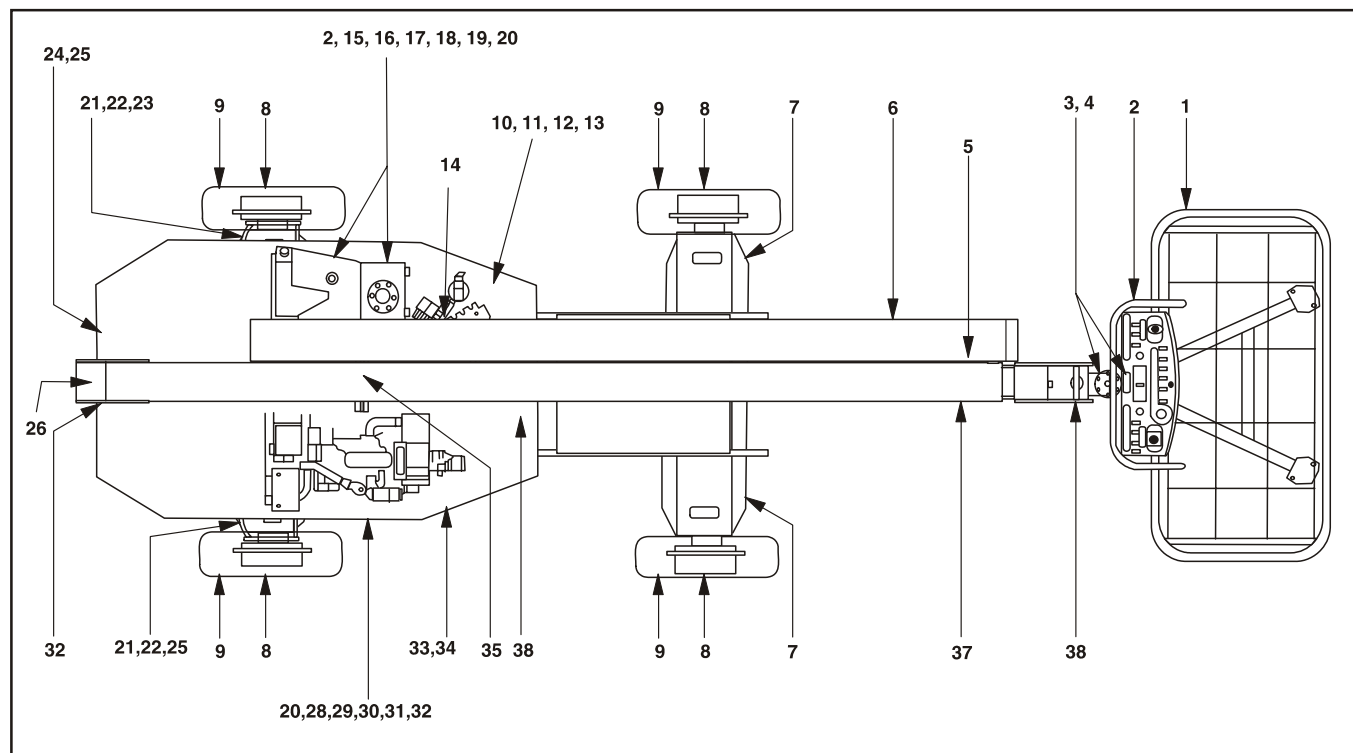

Figura 2-2. Inspección visual diaria - Hoja 1 de 4
5. **“Inspección visual”** – Consultar la Figura 2-2. a la Figura 2-5.